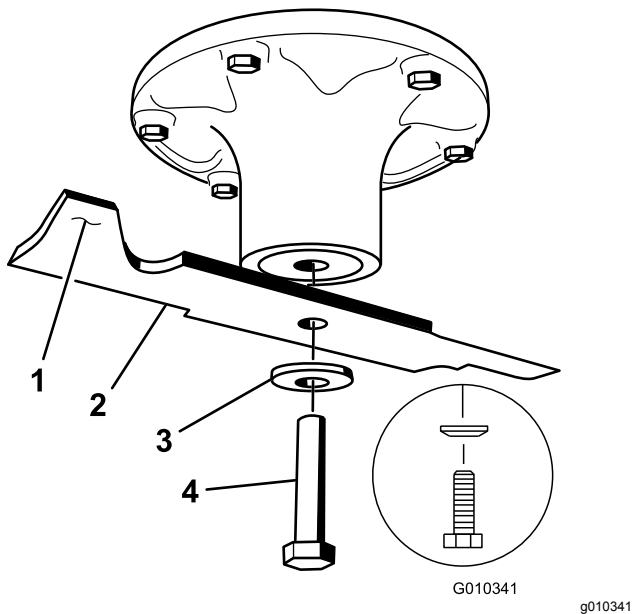

Figura 67
Segure na extremidade da lâmina, utilizando um trapo ou uma luva grossa. Retire a cavilha da lâmina, a anilha curva, e a lâmina do eixo (Figura 67).
e pode ser utilizada. Se lâmina não estiver equilibrada, lime algum metal da extremidade da aba apenas (Figura 67). Repita este procedimento até a lâmina estar equilibrada.
- Instale lâmina no eixo (Figura 67).
- Instale o disco de mola e o parafuso da lâmina. O cone do disco de mola deve ser montado virado para a cabeça do parafuso (Figura 67). Aperte o parafuso da lâmina com 135–150 N·m.